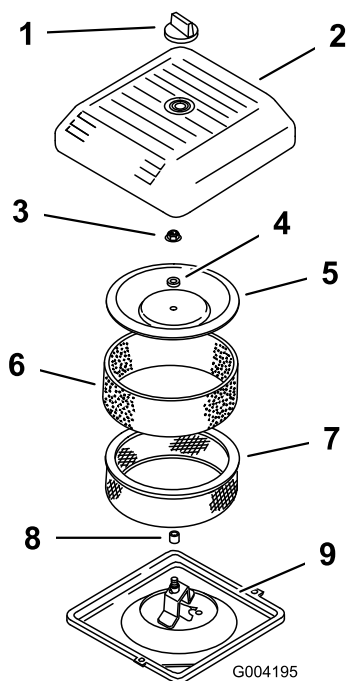

Figura 43
3. Svitare la manopola e togliete il coperchio del filtro dell'aria (Figura 43).
4. Fate scorrere attentamente il prefiltro in schiuma sintetica fuori dall'elemento di carta (Figura 43).
5. Svitare il dado del coperchio e togliete il coperchio, il distanziale e il filtro di carta (Figura 43).
2. Montate il gruppo filtro dell'aria sulla relativa base (Figura 43).
3. Montate il coperchio, il distanziale e fissatelo con il dado del coperchio (Figura 43). Serrare il dado ad una coppia di 11 Nm.
- Montate il coperchio del filtro dell'aria e fissatelo con la manopola (Figura 43).